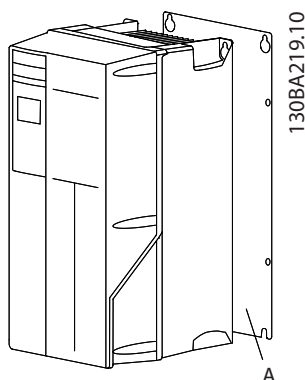
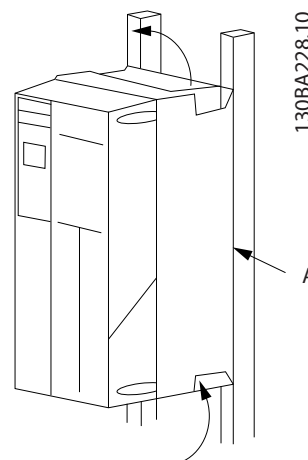

図 2.2 背板への適切な取り付け
図 2.3 レールで適切な取り付け
- ユニットの安定した平面または背板に取り付け、冷却気流を維持します (図 2.2 および 図 2.3 を参照してください)。